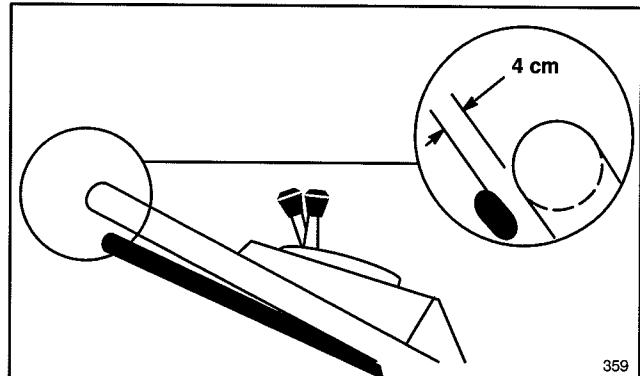

Figure 18
**2. VERIFICATION DU REGLAGE**—Tirez lentement la tondeuse en arrière en serrant progressivement la barre de commande sur le guidon. Le réglage est satisfaisant quand les roues arrières s'arrêtent de tourner et que la barre de commande est à environ 4 cm (1 1/2 po.) du guidon (Fig. 18).